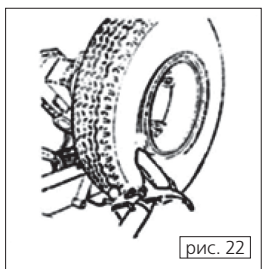

рис. 22
- (1) Зафиксируйте колесо на зажимном устройстве, как описано выше. Убедитесь в том, что оно спущено.
- (2) Установите инструментальную консоль в рабочее положение.
- (3) Установите диск для отрыва борта рядом с ободом (рис. 22).
- (4) Вращайте колесо, одновременно переместите диск несколько вперед по контуру обода, чтобы полностью снять один из бортов шины.